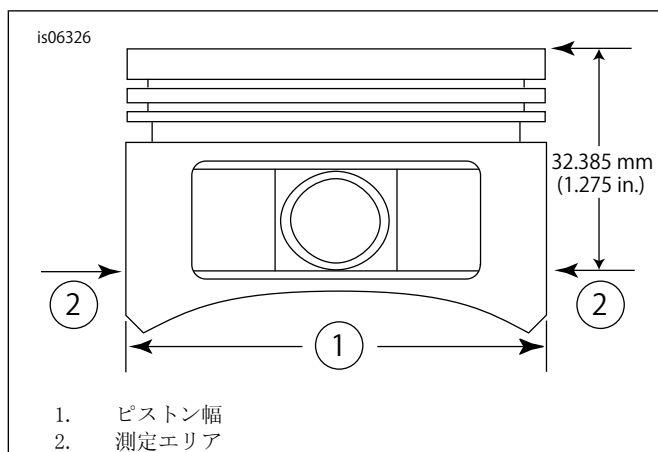

図2. ピストン測定
5. 「図2」を参照。ピストン幅(1)を、ピストンピン穴の両側から水平に90度、ピストン(2)のデッキ(上)面から32.38 mm( 1.275インチ )下で測定します。この位置のピストン-シリンダーフィットについては表11を参照してください。